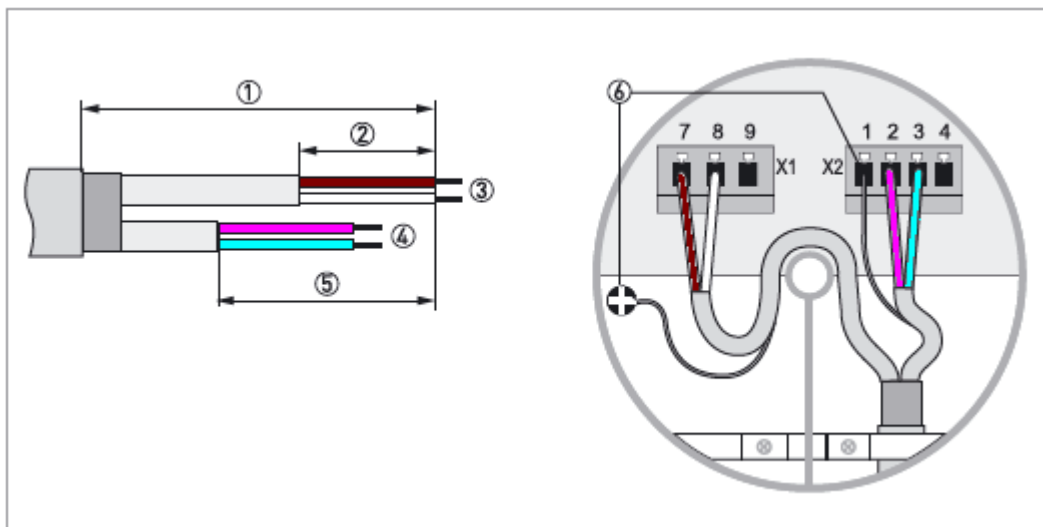

Рис. 3-2. Подключение стандартного сигнального кабеля со стороны датчика WATERFLUX 3000
- Сигнальный кабель, стандартно поставляемый с датчиком WATERFLUX 3000, включает все нужные жилы для подключения электродов и обмотки возбуждения (см. рис. 3-2).
- Предварительно подготовьте сигнальный кабель: зачистите участки кабеля в соответствии с пунктами 1 ÷ 3 (см. рис. 3-2).